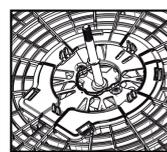

Figura 15
• Para retirar a grade traseira deve-se pressionar as travas para trás e puxar a grade livrando-a do dente da trava como mostrado na figura 15.